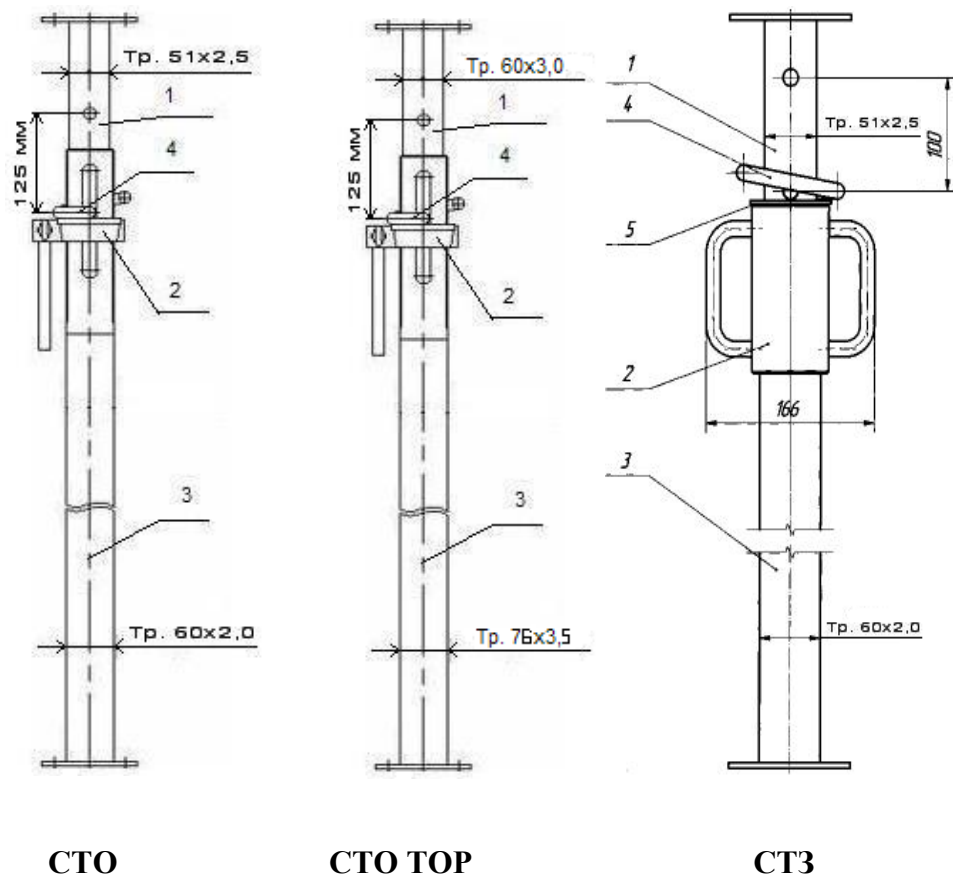

Рис.2
Стойка телескопическая (Рис. 2) в общем случае состоит из «верха» (1), «гайки» (в СТО и СТО TOP) либо «гильзы» (в СТЗ) (2), «низа» (3), «серьги» (4) и «шайбы» (в СТЗ) (5).